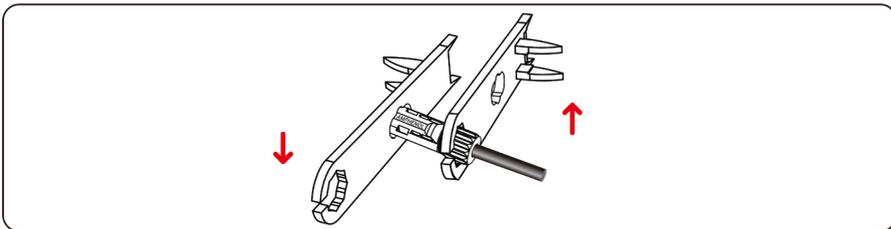

Figura 5.12 Travando os conectores
Passo 4 Aperte as porcas de travamento nos conectores positivo e negativo usando uma chave de remoção, conforme mostrado na Figura 5.12.